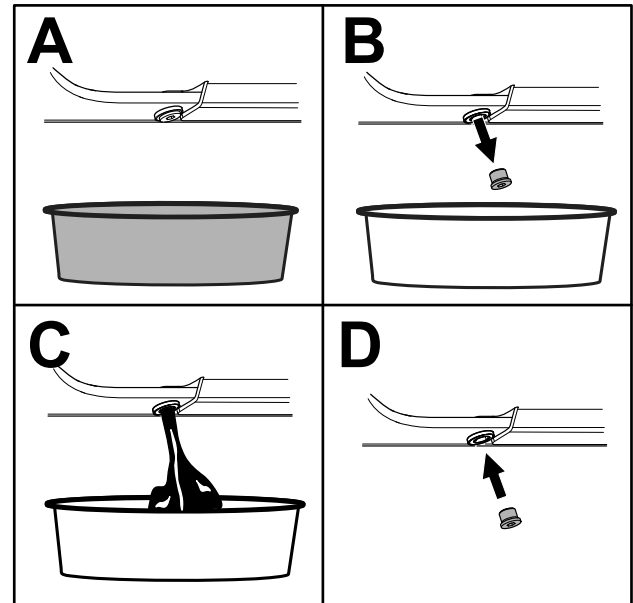

Figura 55
5. Drene el aceite por debajo de la plataforma (Figura 55).